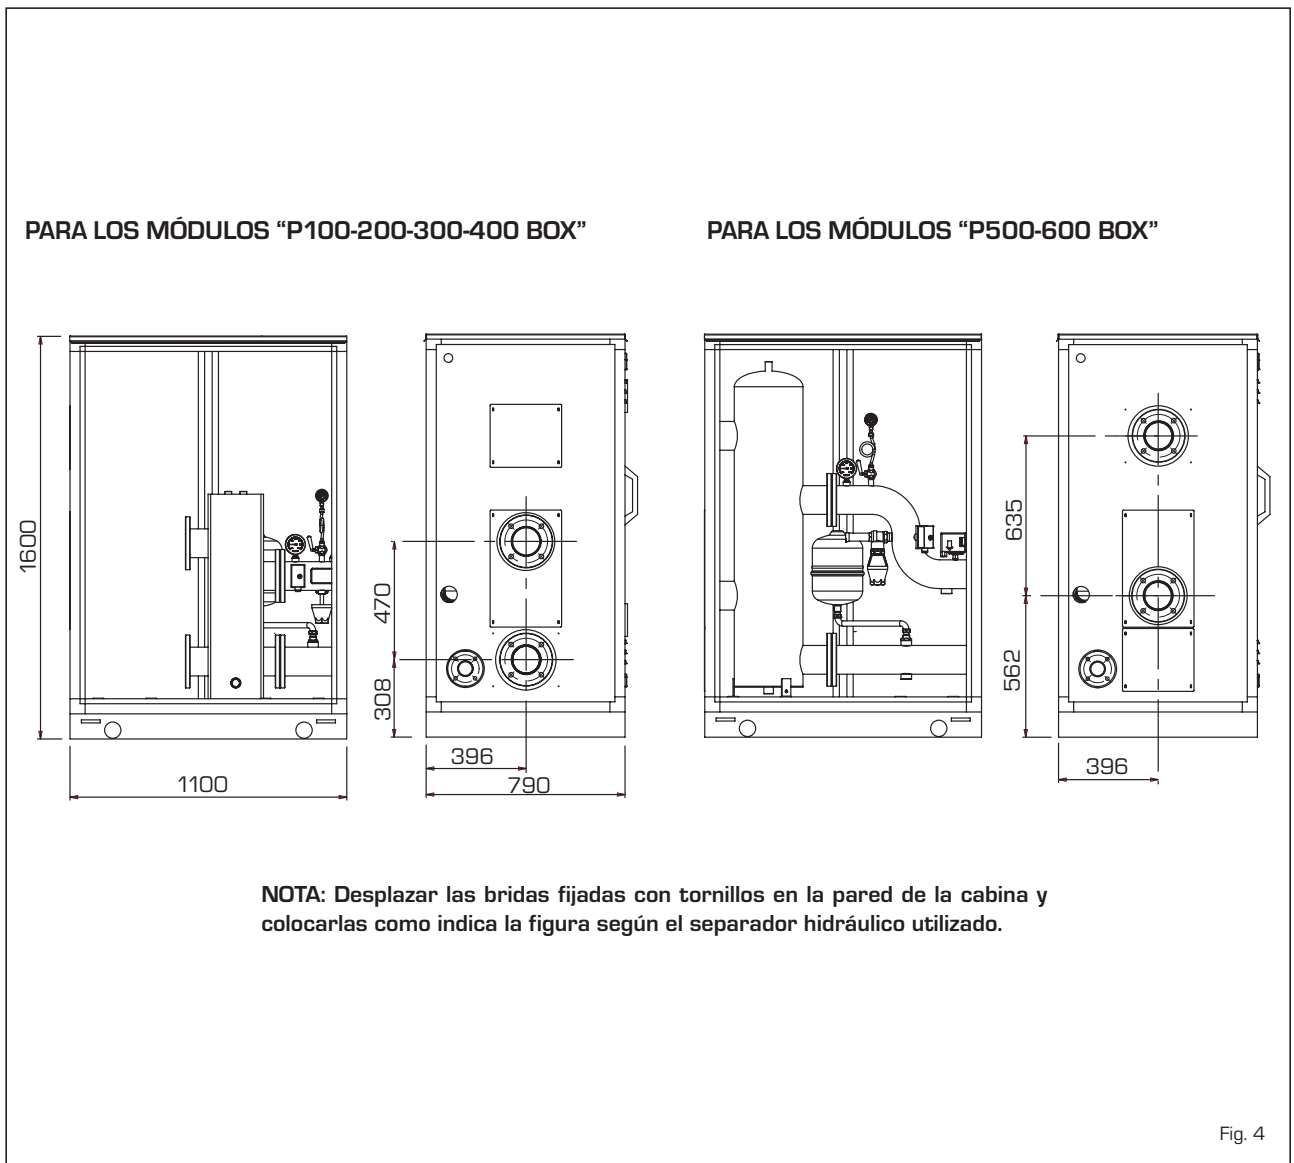

Fig. 4
- Caja doble (dimensiones: 1100 x 790 x 1600) para separador hidráulico/kit de seguridad cód. 8101527 (fig. 4).